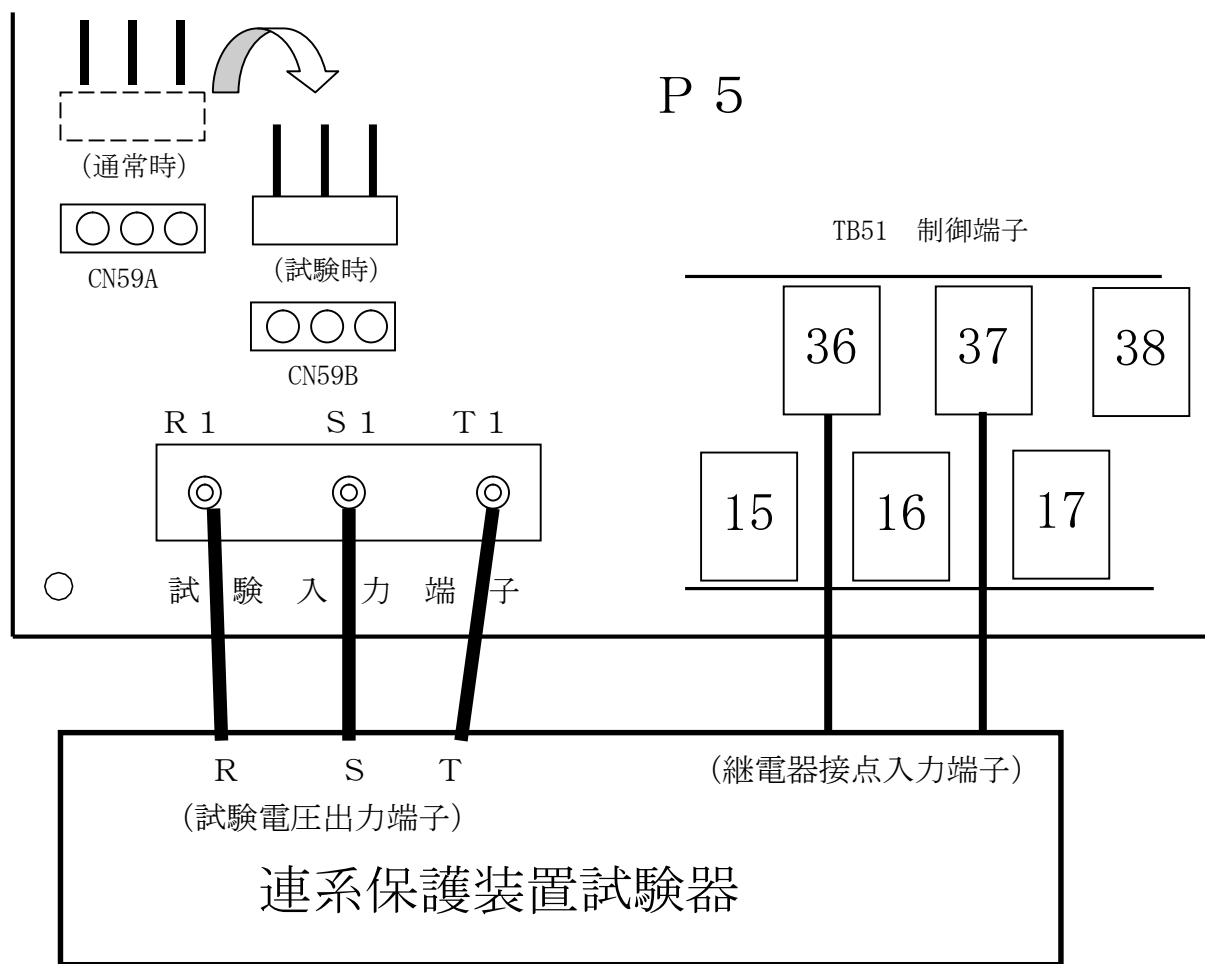

図 1 2． 1 コネクタの差し替えと連系保護装置試験器の接続
- (9) パワーコンディショナ正面の左側の上下 2 ヶ所の止めビスを外して、正面扉を開けてください。
- (10) P 5 基板上の CN 5 9 A（通常時）側に接続されているコネクタを外し、CN 5 9 B（試験時）側に差し替えてください（図 1 2. 1 参照）。
- (11) 連系保護装置試験器の試験電圧出力（R, S, T）をパワーコンディショナの P 5 基板上の R 1, S 1, T 1 端子と接続してください。また、継電器接点入力端子を制御信号等端子の 3 6、3 7 にそれぞれ接続してください。
- (12) 「太陽電池入力遮断器」（MCCB 5 1）を ON してください。この時 LCD に “Now Initializing” と表示され、その後“メニュー”画面が表示されることを確認してください。
- (13) 連系保護機能試験用端子の定格電圧・電流を表 1 2. 1 に示します。